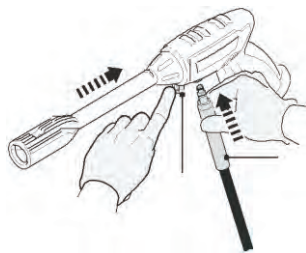

Fig. 4
- > Poussez le loquet (17e) du pistolet (17) pour ouvrir le port de connexion, puis insérez le connecteur du tuyau haute pression (9) (Fig. 4).
- > Relâchez le loquet (17e); le tuyau (9) est verrouillé en position. Vérifiez que la connexion tient bien en tirant légèrement sur le tuyau. Il ne doit pas pouvoir sortir.